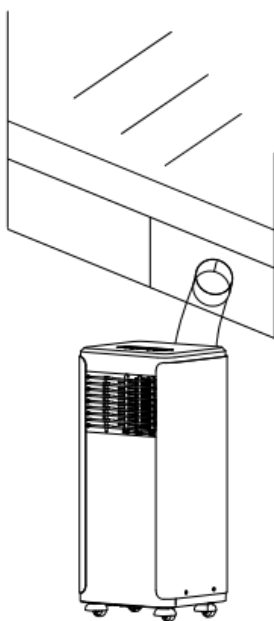
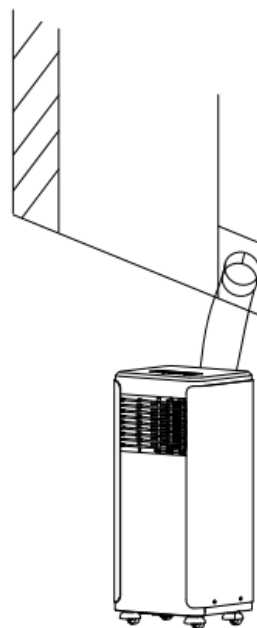

Fig.2
Fig.2a
- 2) Comme indiqué sur la **Fig. 2** et la **Fig. 2a**, installez le tuyau d'évacuation et ajustez la position du puits de fenêtre.